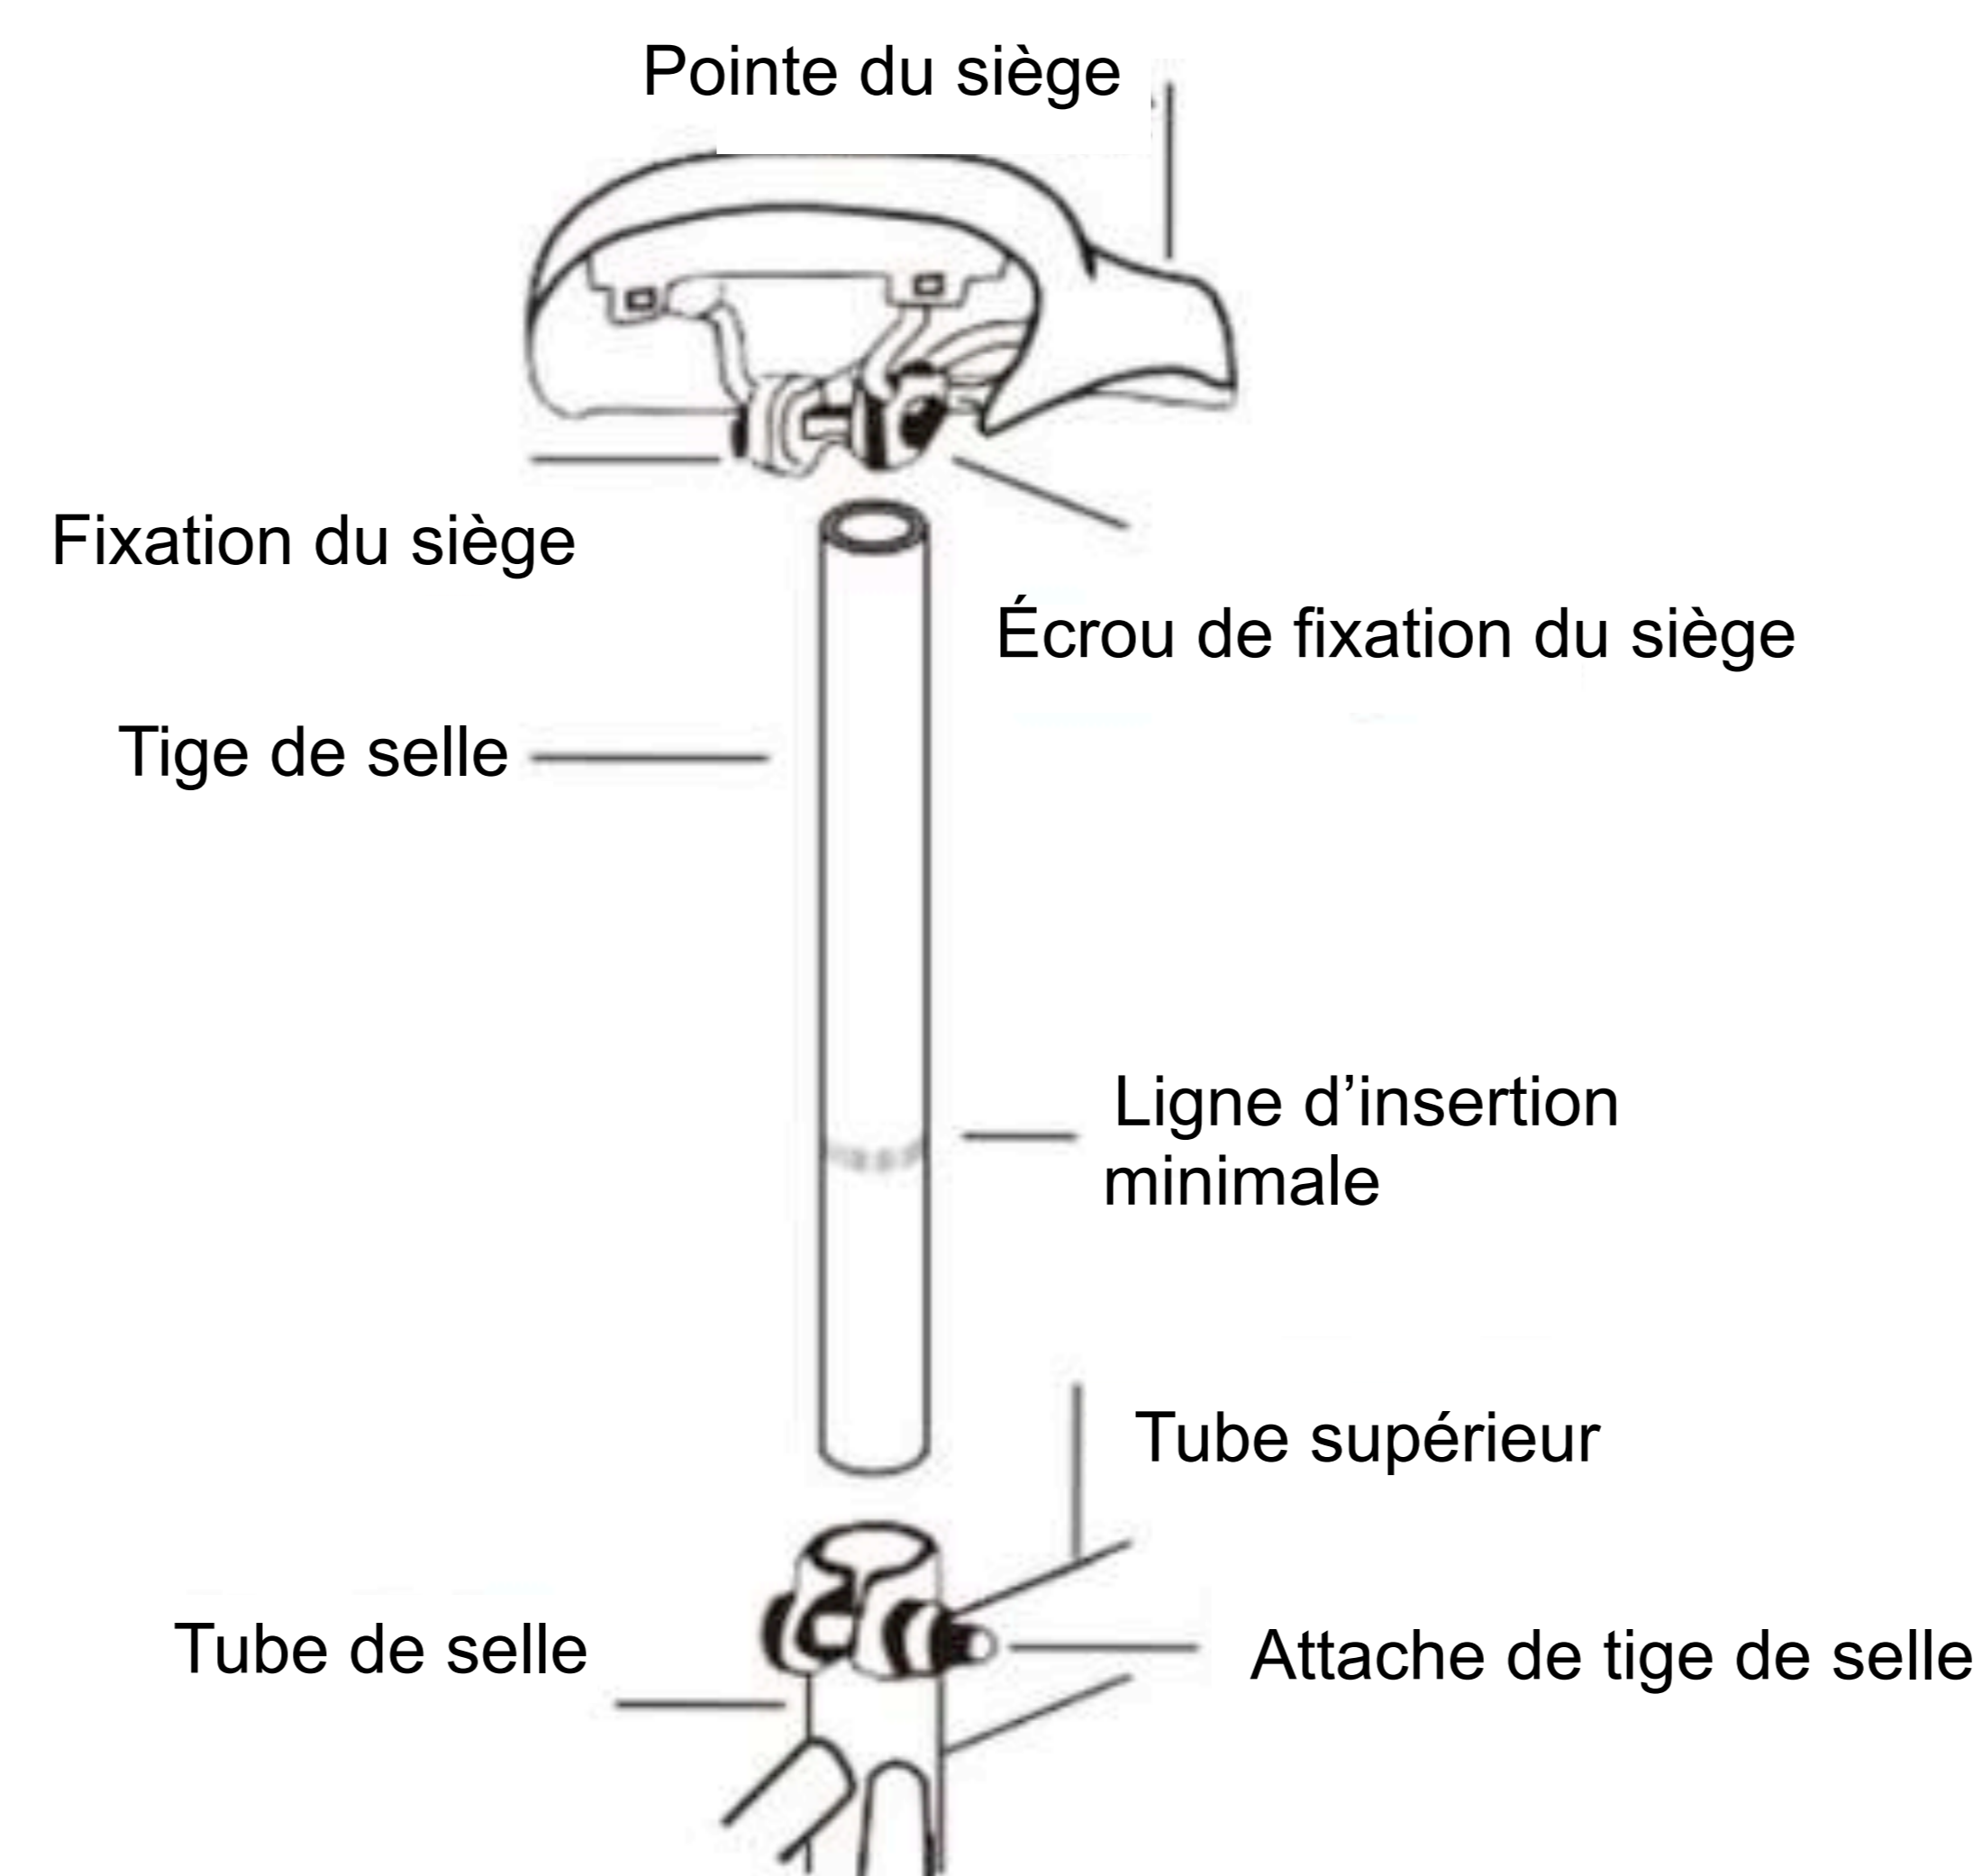

Fig.7
Étape 2 : Assemblage de la selle (voir fig.7)